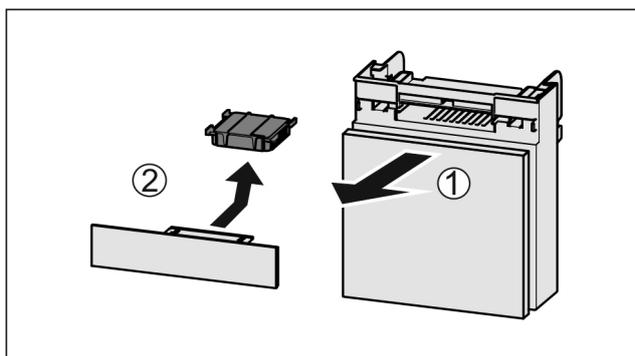

Fig. 31
- ▶ Fach nach vorne herausziehen Fig. 31 (1).
- ▶ Aktivkohlefilter entnehmen Fig. 31 (2).